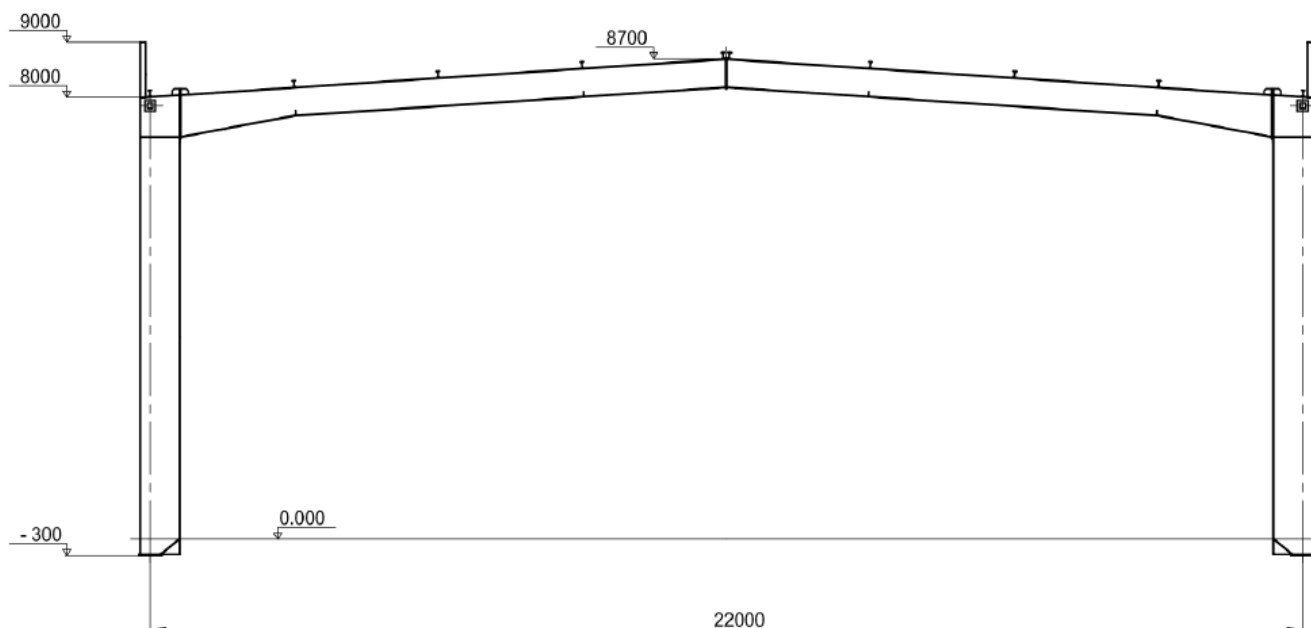

FIGURE 3 – Portique courant
- Sept portiques courants à simple nef articulés en pied et espacé de 6 m (figure 3).
- Le portique courant est constitué d'un arbalétrier continu et de deux poteaux (Figure 3). Ces éléments constitutifs sont des profilés IPE. Les liaisons entre l'arbalétrier et les poteaux aux jarrets et la continuité de l'arbalétrier au faîtage sont réalisées par des boulons de haute résistance (HR) 10.9 zingués.